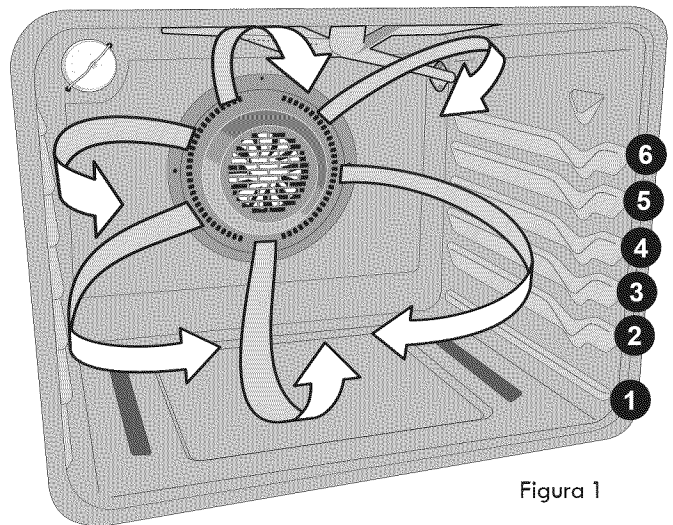

Figura 1
El horneado por convección utiliza un ventilador para hacer circular el calor del horno de manera uniforme y continua dentro del horno (vea la figura 1). Esta mejor distribución del calor permite que los alimentos se cocinen más rápido, de manera más uniforme y más dorados. También mejora el horneado cuando se utilizan dos parrillas a la vez. El aire caliente fluye alrededor del alimento desde todos los lados, sellando los jugos y sabores. Las carnes cocinadas con la función de convección son más jugosas. La carne de pollo queda más crujiente en el exterior a la vez que queda blanda y húmeda en el interior. Los panes y pasteles se doran más uniformemente. La mayoría de los alimentos horneados en un horno estándar pueden ser cocinados más rápido y de manera más uniforme con la función de convección.
- Cuando use 2 parrillas a la vez, colóquelas en las posiciones 1 y 4 para obtener los mejores resultados (vea la figura 1). Tenga en cuenta que las tortas de capas quedarán mejor si utiliza la función de horneado.